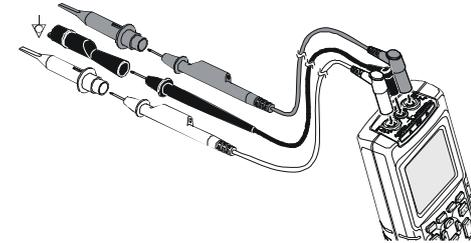

Abbildung 9-3. Erdung mit der ungeschirmten Masseleitung
- Benutzen Sie die ungeschirmte schwarze Masseleitung am COM-Eingang für Widerstands- (Ω), Durchgangs-, Dioden- und Kapazitätsmessungen. (Siehe Abbildung 9-3.)